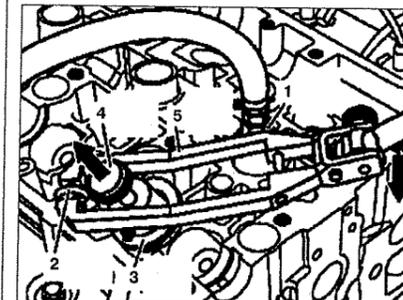

Рис. 2.45. Установка сухарей клапана.
15. Установите направляющую втулку 3 в головку блока цилиндров (см.рис.2.45).
ющее устройство 5 (см.рис. 2.45). Сухари устанавливаются автоматически.